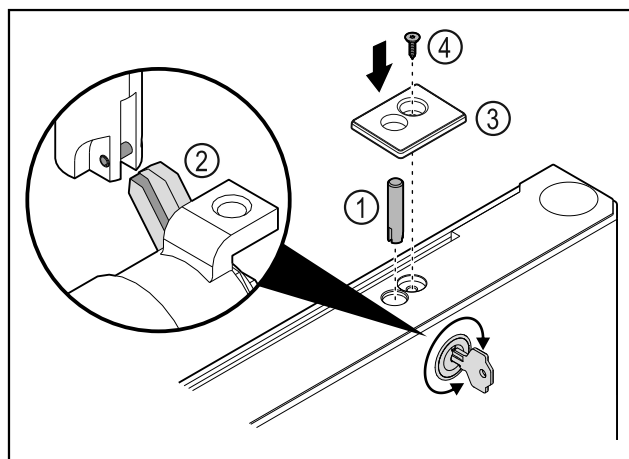

Fig. 46
- ▶ Sæt låsebolten Fig. 46 (1) i.
- ▶ Drej låsen let, så låsebolten Fig. 46 (2) går i hak i låsens kærnv.
- ▶ Sæt afdækningen Fig. 46 (3) i.
- ▶ Sæt skruen Fig. 46 (4) i.